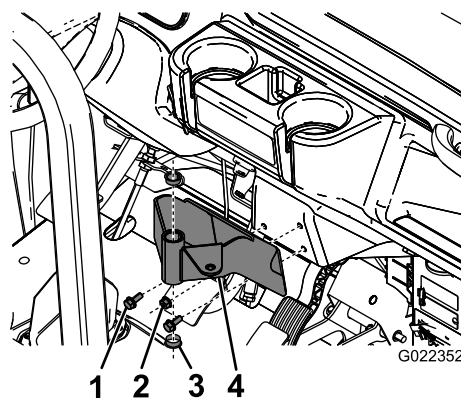

Bild 6
- 2. Stecken Sie die zwei Kunststoffbuchsen in die Befestigungshalterung (Bild 6).
- 1. Montieren Sie die Befestigungshalterung mit 3 Schrauben und 3 Bundmuttern am Armaturenbrett des Workman (oder an einer Adapterplatte), siehe Bild 6.